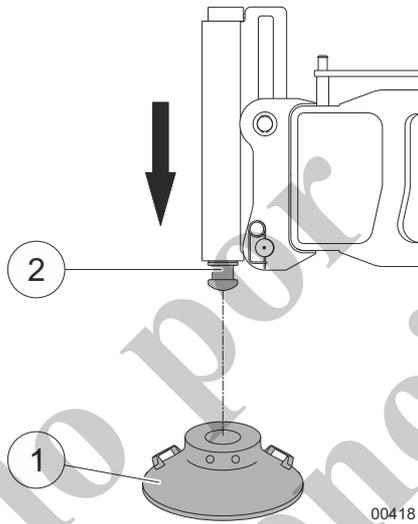

Fig. 130 Colocación de base debajo del cilindro de estabilizador
- 8 Retire la base de estabilizador (1, Fig. 130) del portador de rueda de oruga y colóquela debajo del cilindro de estabilizador (2).